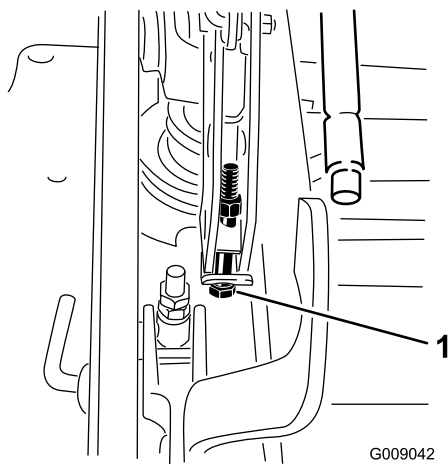

Figure 95
12. Si le tablier est trop bas, serrez le boulon de réglage monopoint dans le sens horaire. Si le tablier est trop haut, desserrez le boulon de réglage monopoint dans le sens antihoraire (Figure 95).